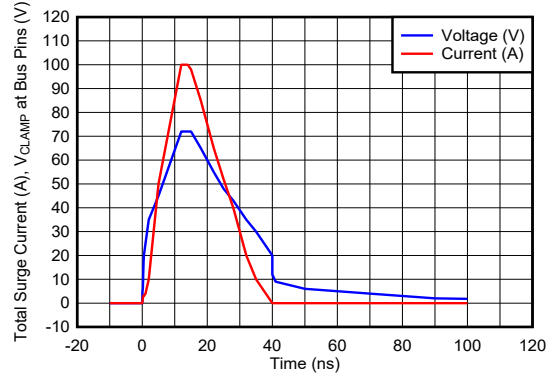
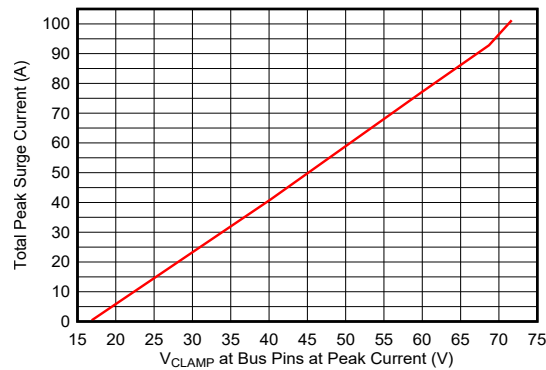

图 8-7. +4kV 浪涌测试的瞬态电流和电压波形。电流波形是发生器输出的总电流，电压波形是收发器 A 或 B 引脚的电压。
图 8-8. 总线引脚的钳位电压与浪涌发生器的总浪涌电流间的关系
THVD14x9(V) 产品系列可承受 ±4kV 浪涌瞬变，而无需任何外部元件。图 8-6 中描述的 +4kV 浪涌测试产生的瞬态电流和电压波形如图 8-7 所示。总线引脚电压由集成浪涌保护二极管钳位，这样内部电路在浪涌事件期间不会损坏。总线引脚上的钳位电压与浪涌发生器的总电流间的关系如图 8-8 所示。